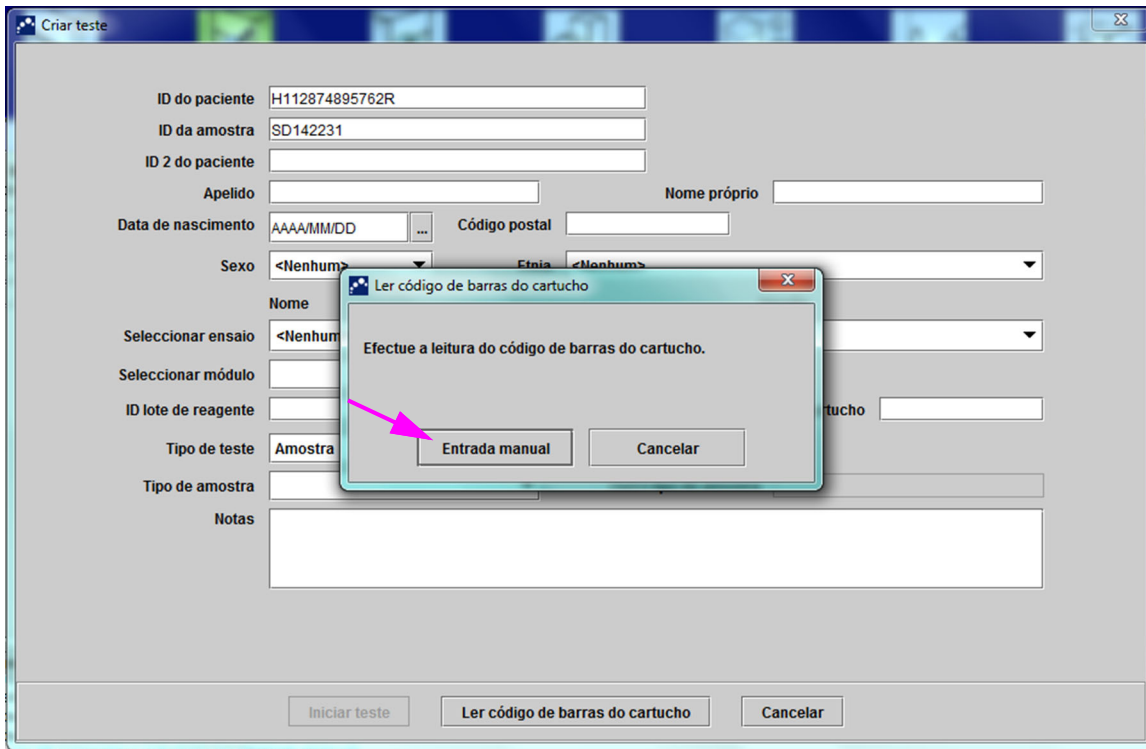

Figura 5-21. Caixa de diálogo Ler código de barras do cartucho
3. Leia o código de barras da ID da amostra utilizando o leitor de códigos de barras fornecido. Consulte a Secção 5.5. Aparece a caixa de diálogo Ler código de barras do cartucho. Consulte a figura 5-21.